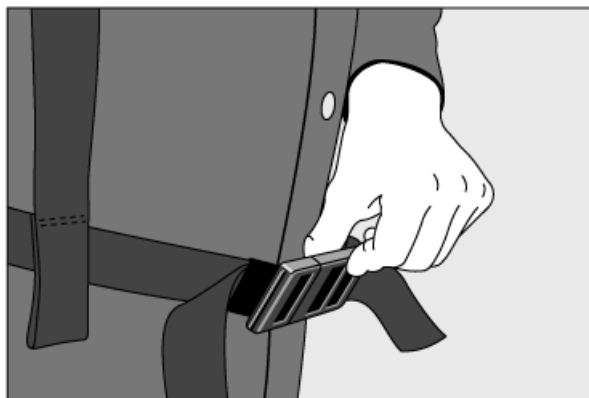

Bild 10
- Die Öffnungstaste des Leibgurtverschlusses **von der Körperseite nach vorn drücken** - Steckschloß öffnet sich (Bild 10).